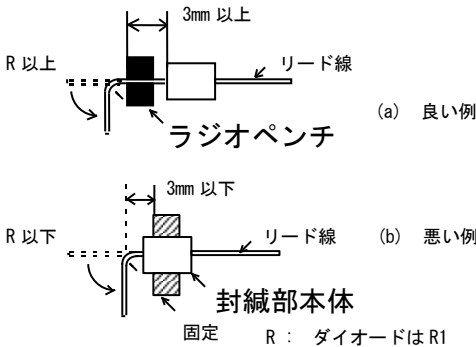

図 1 リード曲げ
- a) リード線の折り曲げは、本体封緘部より 3 mm 以上離れたところで、図 1 (a) のように封緘部側のリード線をラジオペンチなどではさみ、固定して曲げてください。曲げは 90° 2 回以内又は 180° 1 回以内としてください。
- b) 製品の本体を図 1 (b) のように、ラジオペンチや指などで固定して曲げることは、絶対に避けてください。リード線の切断、封緘部の割れを起こすことがあります。また、電気的性能に支障をきたす場合があります。